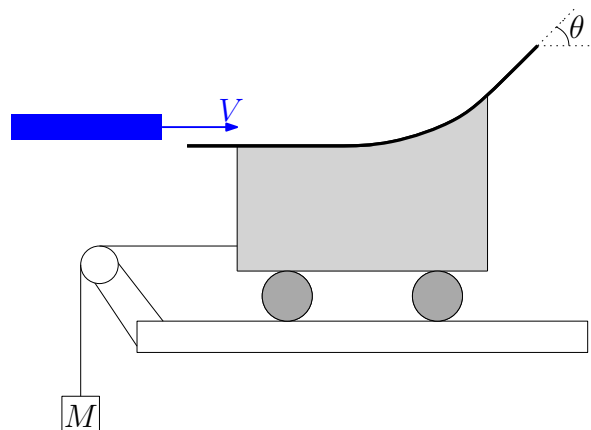

Figura 15: Carro.
**Exercício 15.** Um carro com uma superfície curva sobre ele é atingido por um jato de água, com velocidade  $V = 12 \text{ m/s}$  e área de fluxo de  $0,03 \text{ m}^2$ , como mostra a figura 15. O carro está parado. Sabendo que  $M = 300 \text{ kg}$ , determine o ângulo  $\theta$  que a superfície faz com a horizontal na saída da água. **Resposta:**  $\theta = 71,4^\circ$ .